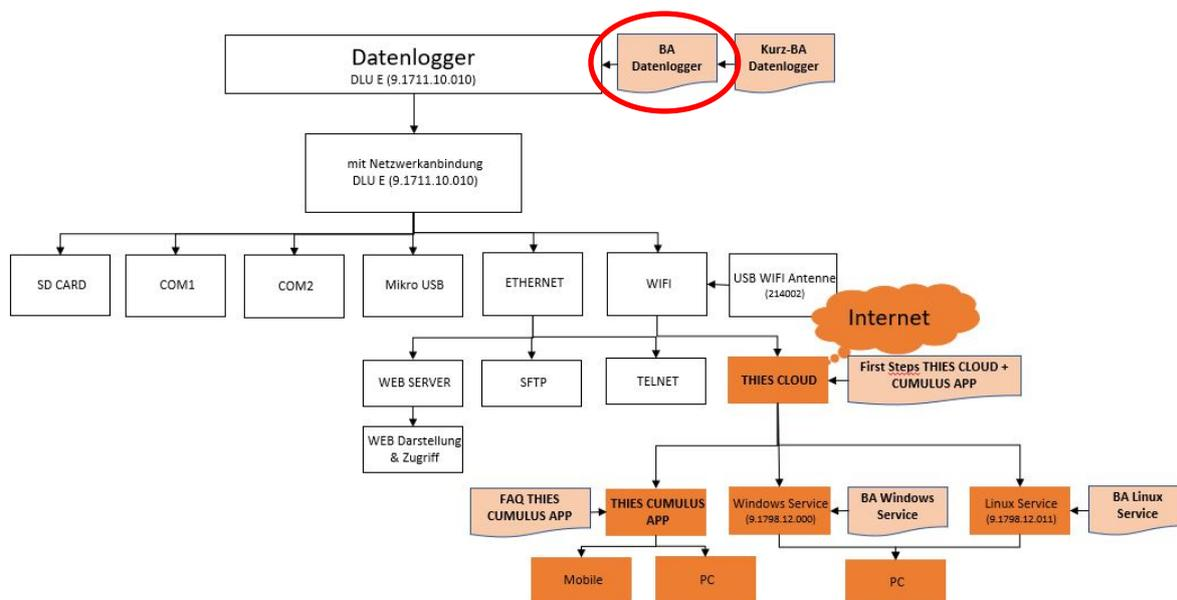

Abbildung 1: Anwendungsmöglichkeiten
- Mikro USB (siehe **Abbildung 1**, Markierung ①)
- Ethernet (siehe **Abbildung 1**, Markierung ③)
- USB (siehe **Abbildung 1**, Markierung ④) wird für das Zubehör USB WLAN Antenne verwendet.
45mm Ausschnittmaß vorgesehen. Der Anschluss der Verkabelung erfolgt über Buchsenklemmen im unteren und oberen Gerätebereich (siehe **Abbildung 1**).